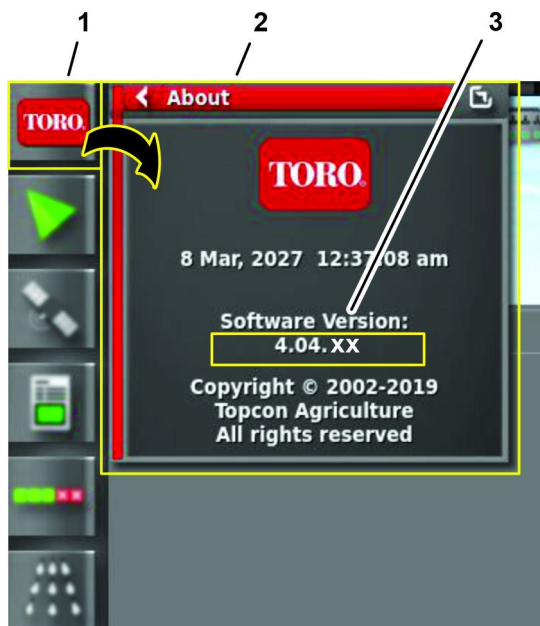

Рисунок 194
2. Нажмите значок ABOUT (О МАШИНЕ) (Toro) в верхнем левом углу управляющей консоли (Рисунок 194).